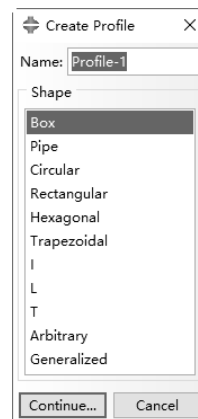
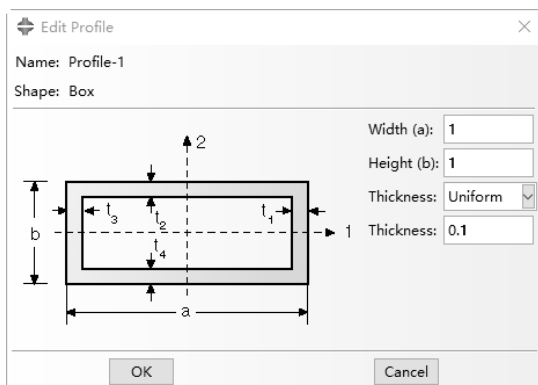

图 2-18 Create Profile 对话框
图 2-19 Edit Profile 对话框
- ☑ 在创建梁的截面特性前，需要首先定义梁的横截面的形状和尺寸，单击工具区中的 Create Profile (创建轮廓) 图标，弹出 Create Profile 对话框，如图 2-18 所示。以 Box 为例，单击 Continue 按钮，进入 Edit Profile (编辑轮廓) 对话框，如图 2-19 所示。